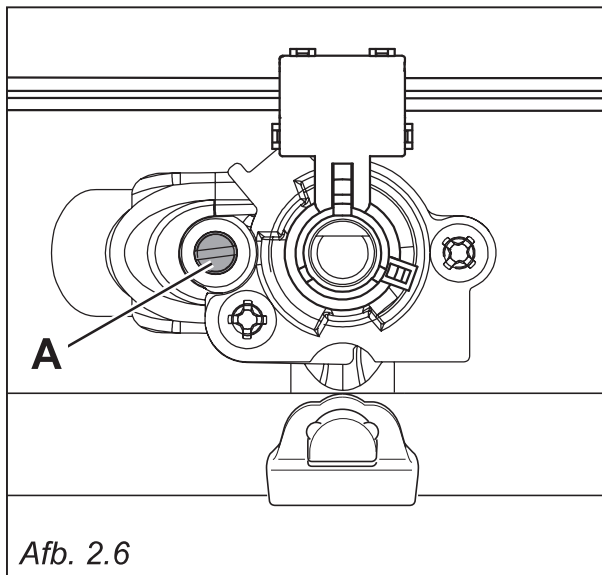

Afb. 2.4
- Vervang m.b.v. een pijpsleutel de sproeiers "J" (Afb. 2.4, 2.5) door nieuwe die geschikt zijn voor het type gas dat gebruikt wordt.